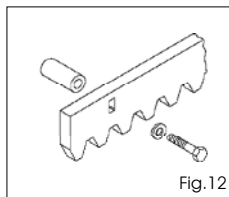

Fig. 12
5.4.2. Cremallera de acero para enroscar (Fig. 12)